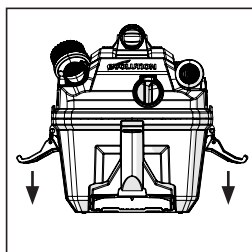

FIG. 4
- Rimuovere il gruppo testa motrice dell'aspiratore a umido/a secco tirando verso l'esterno le chiusure del coperchio situato su ciascun lato dell'apparecchio. Sollevare il gruppo testa motrice. (Fig. 4)